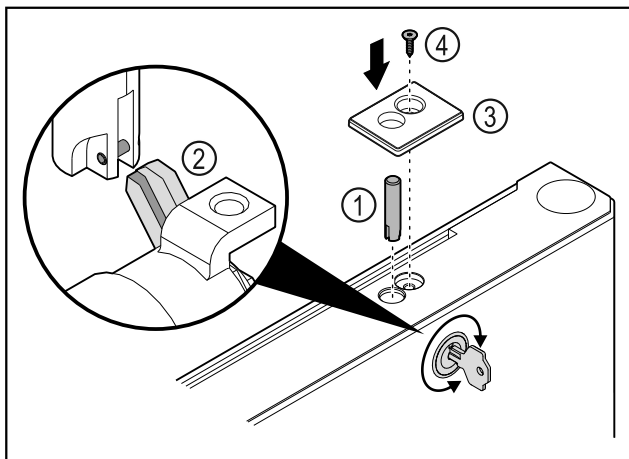

Fig. 42
- Ievietojiet slēdzenes tapu Fig. 42 (1).
- Griežiet mazliet slēdzeni, lai slēdzenes tapa Fig. 42 (2) nofiksētos slēdzenes spraugā.
- Ievietojiet pārsegu Fig. 42 (3).
- Ievietojiet skrūvi Fig. 42 (4).